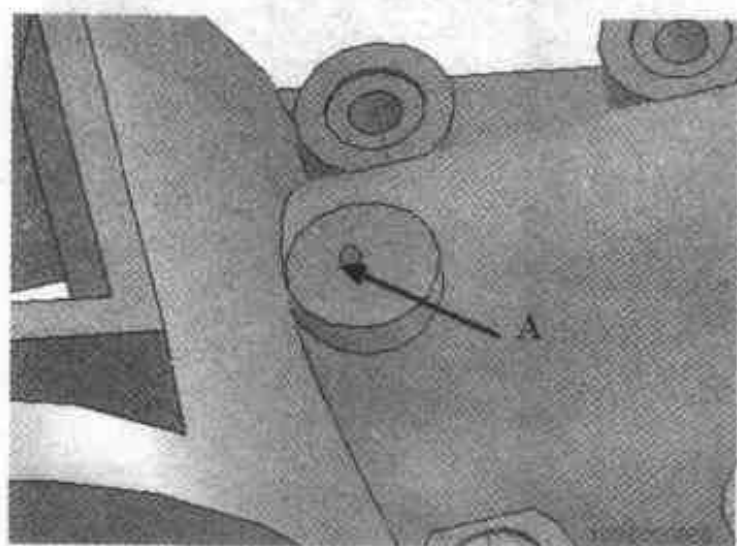

图 2.41 添加【自定义孔】图素
- (7) 从【工具】设计元素库中向如图 2.41 所示中点的 A 处拖入一个【自定义孔】智能图素。